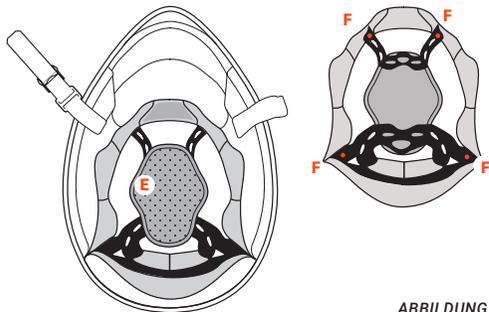

ABBILDUNG 8
**Zentrale innere Polsterung: KLEINE KALOTTE – I – Abbildung 8**